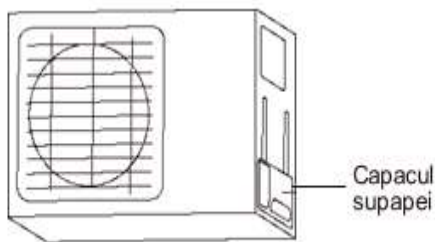

Fig. 5.9
1. Desfaceti capacul supapei de inchidere de pe partea laterala a unitatii exterioare. (A se vedea Fig. 5.9)